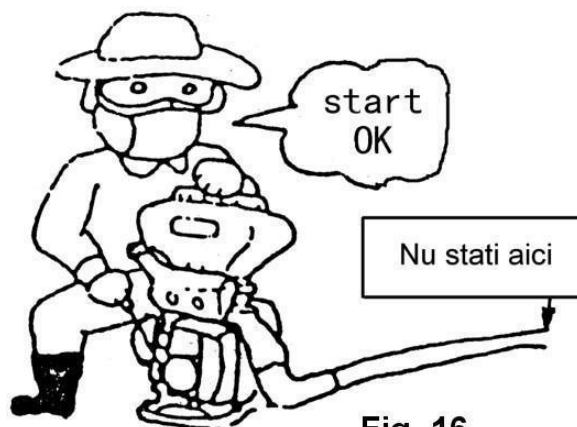

Fig. 16
5. Pornirea motorului (Fig. 16)